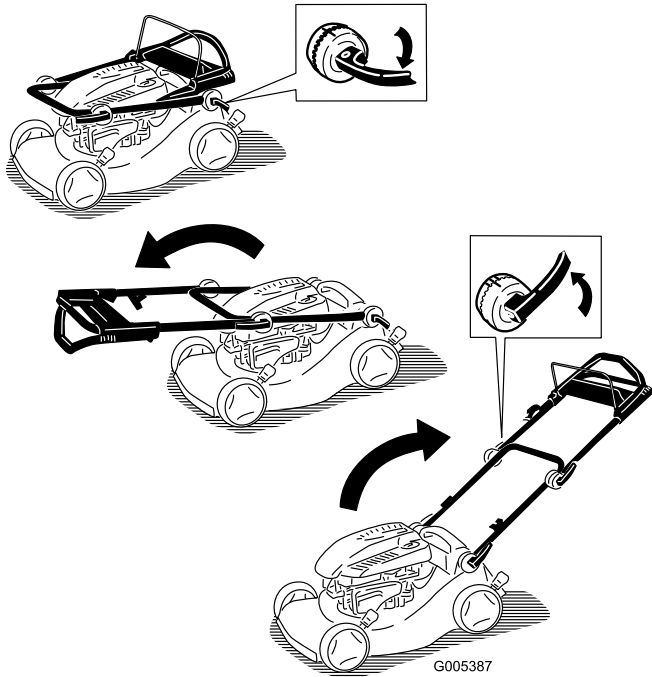

Bild 3
1. Lösen Sie die Griffarretierung, schieben Sie die Griffabschnitte in die Betriebsstellung und arretieren Sie die Griffarretierung (Bild 3).